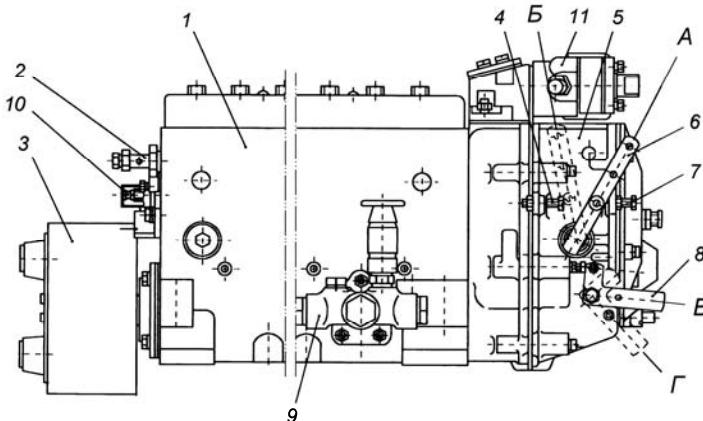
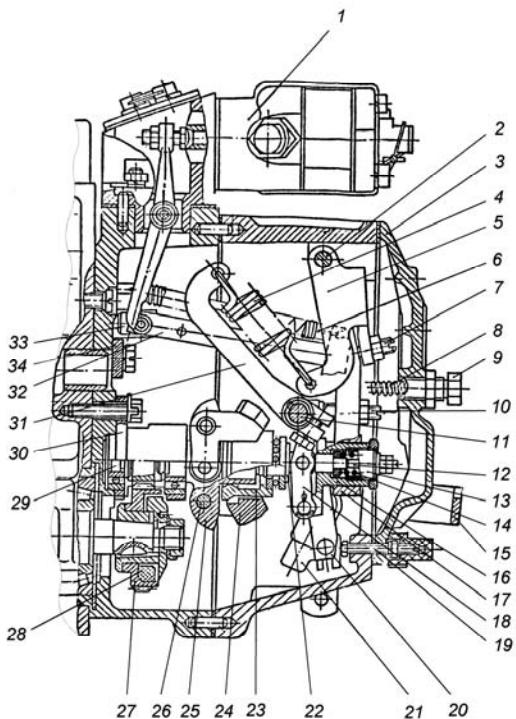

Рис. 20. Топливный насос высокого давления модели 173:
Рис. 22. Регулятор частоты вращения:
Топливный насос в сборе показан на рис. 20. С топливным насосом высокого давления в одном агрегате объединены регулятор частоты вращения 5, топливоподкачивающий насос 9 и демпферная муфта 3.
Связь секций с регулятором частоты вращения осуществляется через рейку. Рейка топливного насоса перемещается в направляющих втулках, запрессованных в корпусе насоса. На выступающем из насоса конце рейки имеется болт 10 (рис. 20), которым она упирается в защитный колпачок при положении рейки перед пуском двигателя. При вывертывании болта из рейки пусковая подача уменьшается.
Регулятор частоты вращения 5 (рис. 20) механический всережимный прямого действия с повышающей передачей на привод грузов, предназначен для поддержания заданного водителем скоростного режима работы двигателя путем автоматического изменения количества подаваемого топлива в зависимости от изменения нагрузки на двигатель. Кроме того, регулятор ограничивает максимальную частоту вращения двигателя и обеспечивает работу двигателя в режиме холостого хода. Регулятор имеет устройство для выключения подачи топлива в любой момент независимо от режима работы двигателя. Автоматически поддерживая скоростной режим при изменяющихся нагрузках, регулятор обеспечивает экономичную работу двигателя. Устройство регулятора частоты вращения показано на рис. 22.
На валик напрессована державка грузов 25 (рис. 22), на осях 26 которой находятся грузы 24. Грузы своими роликами упираются в торец муфты 23, которая через упорный подшипник
Муфта 23 с упорной пятой 22 в сборе одним концом опирается на направляющую поверхность державки, а за второй конец подвешена на рычаге 18 отрицательного корректора, закрепленном на втулке 16 отрицательного корректора. Пята муфты грузов связана через узел отрицательного корректора с рычагом рейки 20 и через тягу 32 с рейкой топливного насоса. К верхней части рычага рейки присоединена пружина 6 рычага рейки, удерживающая рейку насоса в положении, соответствующем максимальной подаче, что обеспечивает увеличенную подачу топлива при пуске двигателя. В нижнюю часть рычага рейки запрессован палец, который входит в отверстие ползуна кулисы 21. Вал 11 рычага регулятора жестко связан с рычагом управления 6 (рис. 20) и рычагом пружины 31 (рис. 22). Перемещение рычага управления регулятором ограничивается двумя болтами 4 и 7 (рис. 20). За рычаг пружины 31 (коротким зацепом) (рис. 22) и двуплечий рычаг 5 (длинным зацепом) зацеплена пружина регулятора 4, усилие которой передается с двуплечего рычага на рычаг регулятора через винт - 7 двуплечего рычага. В рычаг регулятора ввернут регулировочный болт 10, который упирается в вал рычага пружины и служит для регулировки номинальной подачи топлива. В нижней части рычага регулятора расположено корректирующее устройство (12,13,14,16,18) с отрицательным корректором, предназначенного для формирования внешней скоростной характеристики ТНВД и крутящего момента двигателя. Рычаг регулятора снабжен боковой накладкой, удерживающей втулку 16 обратного корректора и упорную пяту 22 от проворота. Кроме того, хвостовик болта крепления боковой накладки, входя в боковой продольный паз втулки предохраняет ее от выпадания из расточки рычага. Упор 34, закрепленный на корпусе регулятора, не позволяет рычагу пружины 31 опасно приближаться к врачающимся грузам. Для полного выключения подачи топлива служит механизм останова, состоящий из кулисы 21, скобы 15 и возвратной пружины. Во время работы кулиса прижата усилием возвратной пружины к регулировочному винту 19.
1. Минимальная частота вращения холостого хода регулируется болтом 7 (рис. 20) и корпусом буферной пружины 9 (рис. 22);
2. Максимальная частота вращения холостого хода (начало выброса рейки) регулируется болтом 4 (рис. 20).
3. Номинальная мощность (подача) регулируется болтом 10, подрегулируется винтом 19 (рис. 22).
4. Предварительное натяжение пружины (разность оборотов конца и начала выброса рейки) регулируется винтом 7 (рис. 22).
5. Подача топлива при 500 мин-1 регулируется гайкой обратного корректора 12 (рис. 22):
6. Предварительное натяжение пружины обратного корректора (обороты начала срабатывания корректора) регулируется корпусом корректора 13 (рис. 22).